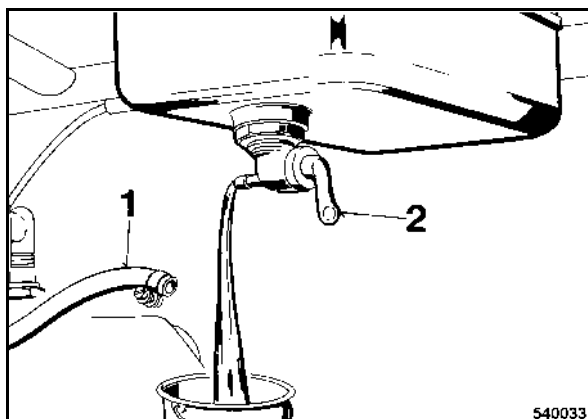

fig. 53
- Débrancher la conduite de carburant (1) (fig. 53) du robinet (2). Ouvrir le robinet et laisser écouler l'huile.
- Dévisser le robinet (2).